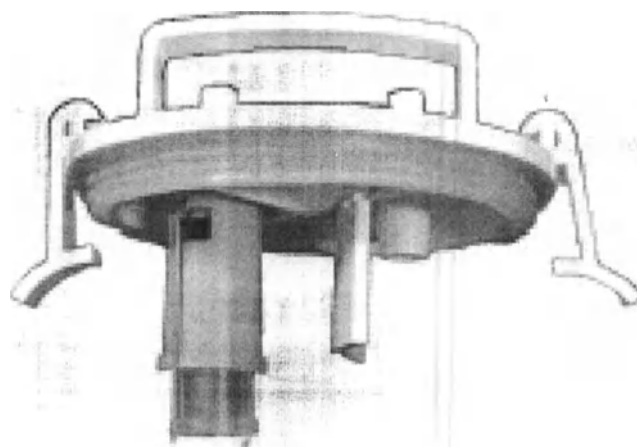

Рис.3 Крышка емкости
- Плотнo закройте крышку емкости, присоедините шланг отсоса к входному отверстию («IN») емкости для секрета (см.рис. 3), и включите прибор, повернув до упора ручку вакуумного регулятора по часовой стрелке.